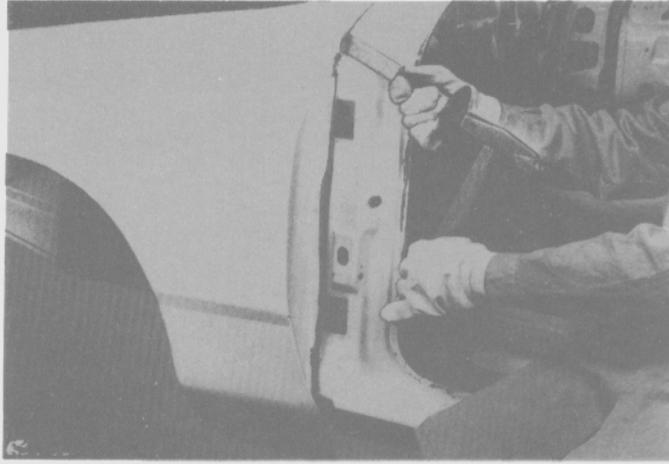

Fig. 92
- Retirar la puerta y usando un martillo y un cortafío, cortar el guardabarro en la unión con el pilar "A". (Fig. 92).